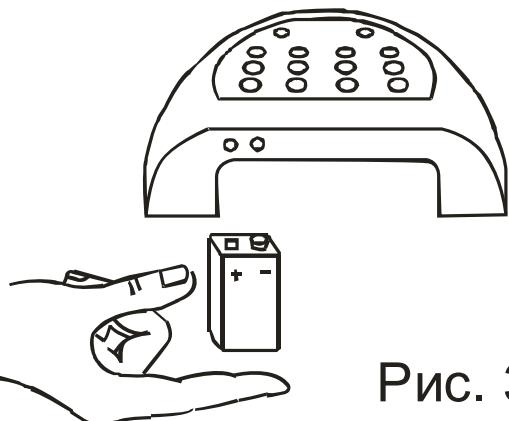

Рис. 3
- открыть замок (по Вашему коду) при полном разряде батареи (рис. 3) и др.
В случае полного разряда батареи замок можно открыть по Вашему коду, подключив к клеммам аварийного питания (рис. 3) источник питания напряжением 9 - 13 V (например, батарея "КРОНА"). Полярность подключения – любая.